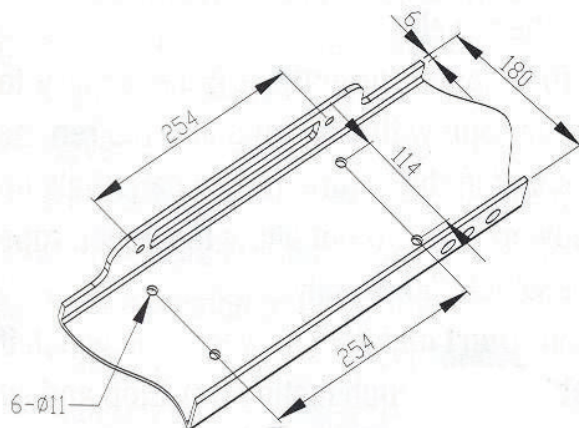

Рисунок 1.
3. Компания предлагает производить установку лебедки Electric Winch на стандартную площадку, выпускаемую компанией (рисунок 1). Места для установки губок расположены на передней части площадки, для установки лебедки в основании площадки имеются 4 отверстия.